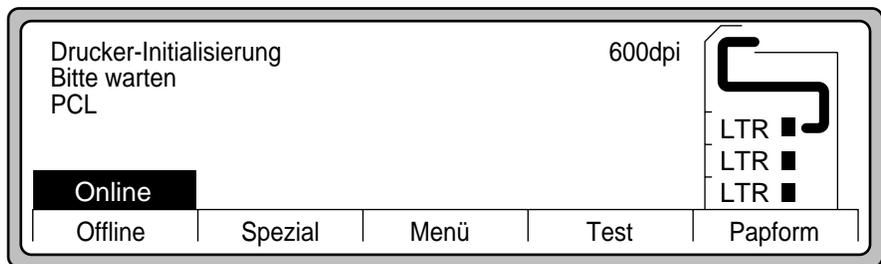

Abbildung 2-78 Druckerinitialisierung
11. Sobald das Zurücksetzen des Steuerprogramms abgeschlossen ist, erscheint die in Abbildung 2-78 dargestellte Anzeige.